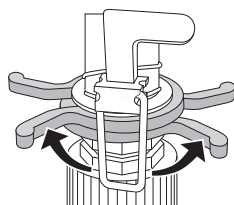

Fig. 6
- ♦ Augmentez la distance entre les deux clips de délimitation ④ pour augmenter l'angle de dispersion du jet d'eau (voir fig. 6).